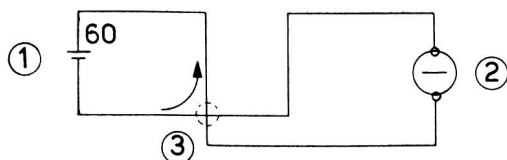

Fig. 21 1. Batterie d'accumulateur de 60 volts
**Exemple:** Court-circuit (fig. 21). Des pièces mal isolées se touchent; il s'en suit un chemin plus court pour le passage du courant, chemin présentant aussi une résistance notablement plus faible. (D'où le nom de court-circuit). Le courant s'élève pour cette raison, à des valeurs inacceptables.